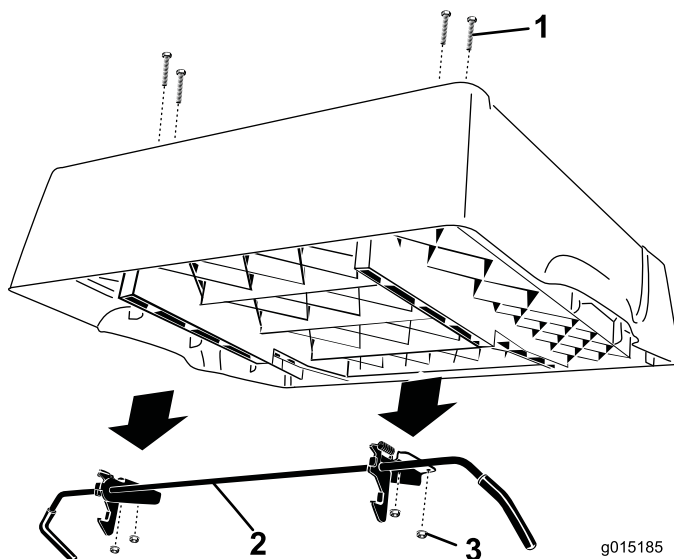

Figure 2
4. Retirez les 4 écrous à embase qui fixent les supports de tige de verrouillage à la surface inférieure du plateau (Figure 2). Déposez et mettez de côté la tige et les verrous. Laissez les boulons de carrosserie dans les trous et fixez-les au plateau avec les écrous à embase.